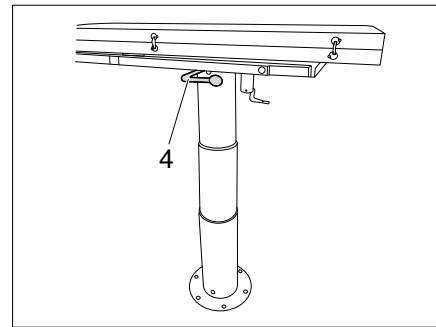

Bild 124 Fällbord, nedsänkbart
- Lossa spaken (Bild 124,4) för bordssänknningen och tryck ner bordet.